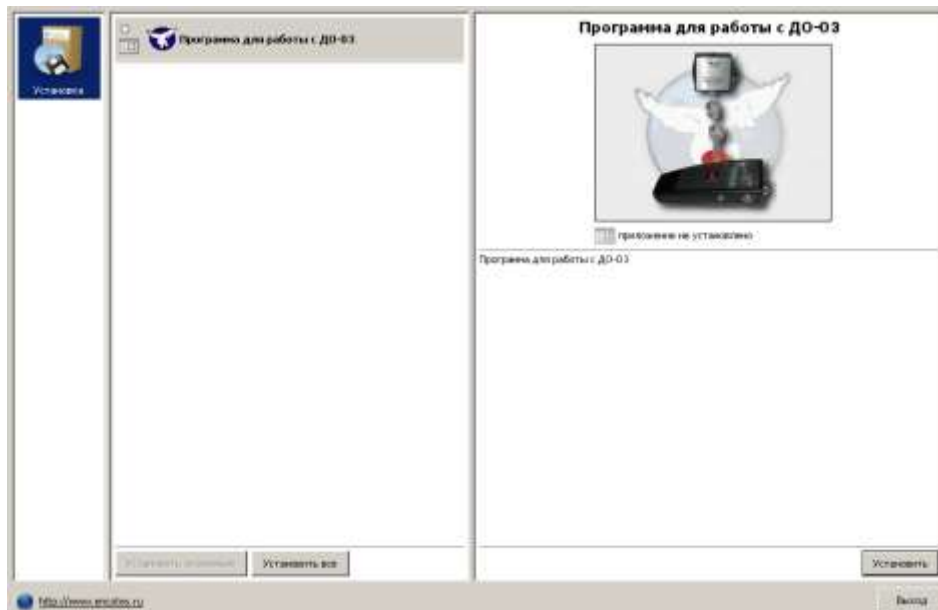

Рис.2. Главное окно установки программ
Наиболее оптимальным способом взаимного расположения прибора по отношению к объекту измерения является взаимноперпендикулярное расположение луча лазера и оси вращения измеряемого объекта (см. рис. 2а).
Рис.2а. Схема расположения тахометра по отношению к объекту измерения (ВТП – выносной тахометрический преобразователь)
- обеспечить взаимно перпендикулярное расположение луча лазера и оси вращения измеряемого объекта (см. рис. 2а) (это требование является обязательным, в противном случае, фокусировку выполнить не удастся),
Для установки программного обеспечения на жесткий диск следует вставить компакт-диск из комплекта поставки ИНКО.467617.002 в CD-дисковод. Если в операционной системе включен режим автозапуска, то после установки диска в CD-дисковод появится главное окно установки программ (рис.2). Если режим не включен, открыть диск, открыть папку "RUNSETUP" и запустить программу *runsetup.exe*.
В появившемся окне (рис.2) выбрать «Программа для работы с ДО-03» и запустить установку с помощью кнопки **Установить** или **Установить все**, если пакет ПО состоит только из программы для тахометра.